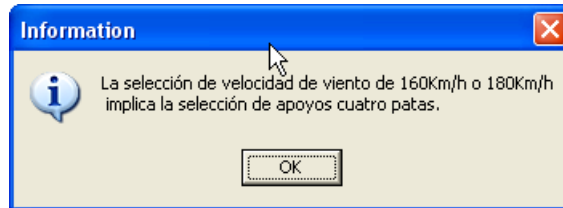

Figura 11.1.
- Figura 11.1: no necesita comentario.